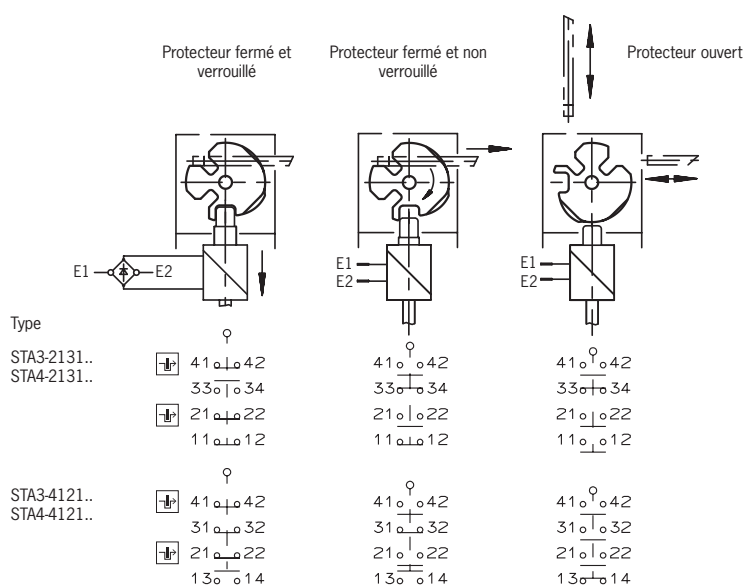

Fig. 3 : Éléments de commutation et fonctions de commutation
2. Effectuer le raccordement et serrer les bornes au couple de 0,5 Nm (affectation des contacts, voir Fig. 3).